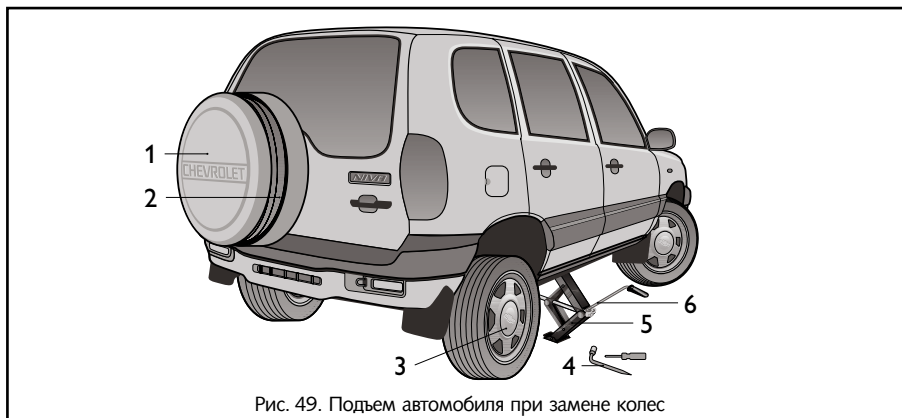

Рис. 49. Подъем автомобиля при замене колес
2. Достаньте домкрат 5, рис. 49, который крепится эластичным ремнем в багажнике на арке заднего левого колеса, насос и сумку с инструментом, расположенные в багажнике на арке